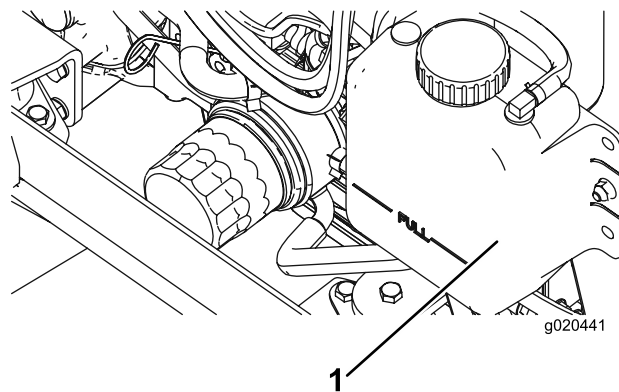

Figure 94
1. Retirez le bouchon du radiateur et le bouchon du vase d'expansion avec précaution (Figure 94).